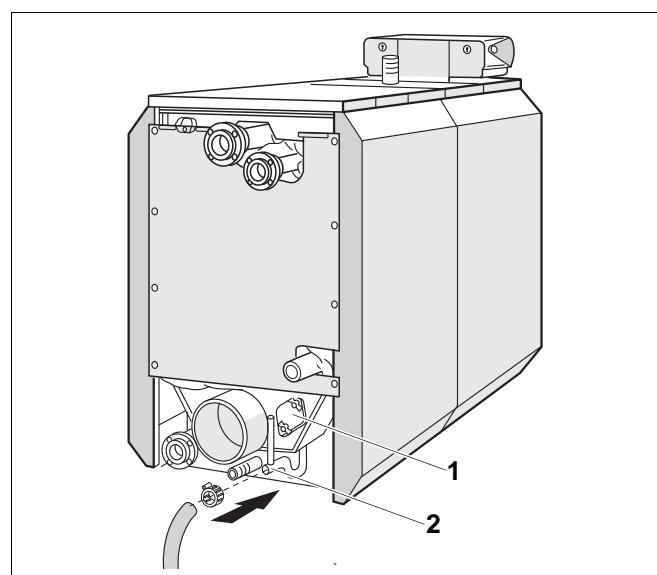

Рис. 26 Монтаж устройства нейтрализации
- Закрепите сливной шланг хомутом к сливу конденсата (сифону) (рис. 26, **поз. 2**).